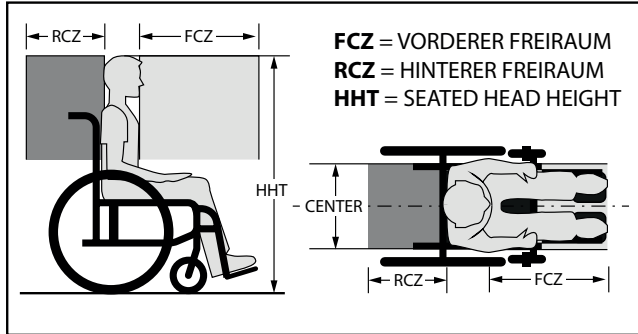

Abbildung 3. Empfohlene Platzierungswinkel des Beckengurts
Lassen Sie immer ausreichende Freiräume beim Sichern eines mit einer Person besetzten Rollstuhls in einem Kraftfahrzeug. Der vordere Freiraum (Frontal Clear Zone - FCZ) wird vom am weitesten vorn gelegenen Punkt des Kopfs des Insassens gemessen und muss mindestens 66 cm betragen, wenn sowohl ein Beckengurt als auch ein solcher für den oberen Brustraum verwendet wird. Siehe Abbildung 3.
**HINWEIS: Der empfohlene vordere Freiraum lässt sich bei einem im Rollstuhl sitzenden Fahrzeugbediener möglicherweise nicht erreichen. Der hintere Freiraum (Rear Clear Zone - RCZ) wird vom am weitesten hinten gelegenen Punkt des Kopfs des Insassens gemessen und muss mindestens 40,64 cm betragen. Siehe Abbildung 3..**
Die Kopfhöhe im Sitzen (Head Hight – HHT) liegt zwischen 120 cm für eine kleine weibliche Erwachsene und etwa 155 für einen großen männlichen Erwachsenen. Siehe Abbildung 3.